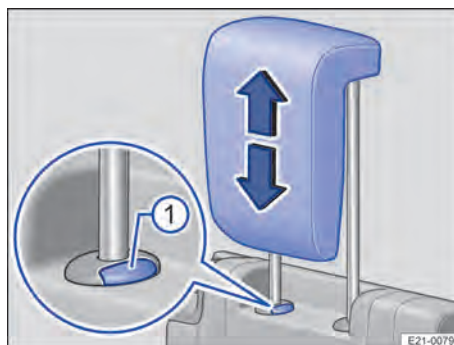

Fig. 76 Troisième rangée de sièges : réglage de l'appuie-tête
3. Pour libérer l'appuie-tête de la position enclenchée, appuyez sur le bouton → fig. 76 ① et abaissez l'appuie-tête. <